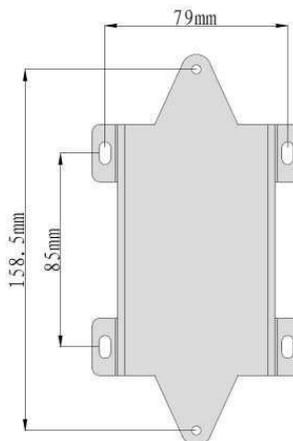

Рис. 8 – шаблон свершения монтажного кронштейна
- 1) Отметьте места отверстий монтажного кронштейна, как показано на Рис. 8.